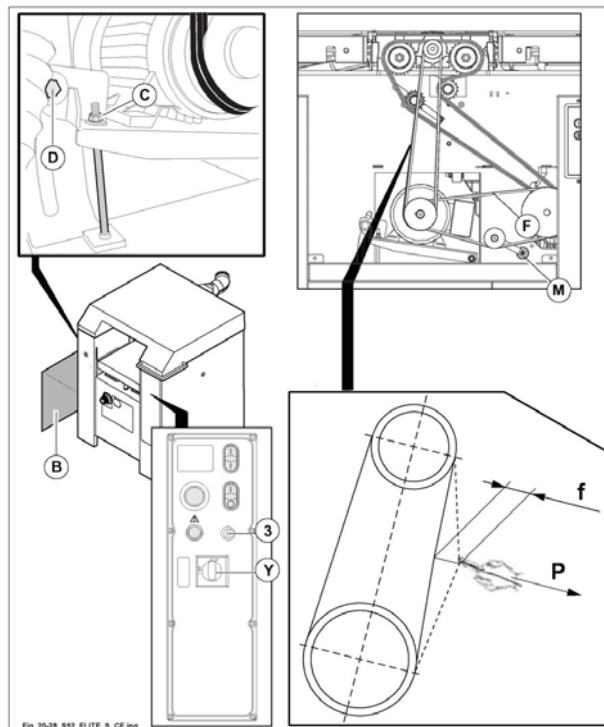

Fig. 20.28
il giusto tensionamento della cinghia (F fig. 20.28) è assicurato dalla molla (M fig. 20.28) e non necessita di alcuna registrazione.
l'interruttore generale (Y fig. 20.28) sia ruotato in posizione I (ON).
Sbloccare il freno motore ruotando il selettore (3 fig. 20.28) su , freno motore sbloccato lampada spia accesa.
- 1) Togliere lo sportello posteriore (B fig. 20.28).
- 2) Allentare la vite (D fig. 20.28).
- 3) Avvitare il dado (C fig. 20.28) per tensionare le cinghie.
- 4) A registrazione ultimata serrare la vite (D fig. 20.28).
- 5) Rimontare lo sportello posteriore (B fig. 20.28).
bloccare il freno motore ruotando il selettore (3 fig. 20.28) su , freno motore bloccato lampada spia spenta.